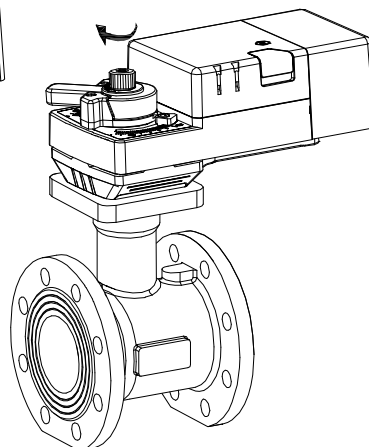

图 6
- 如图 6, 旋上螺帽, 手动拧紧即可, 即完成球阀执行器与阀体的连接。